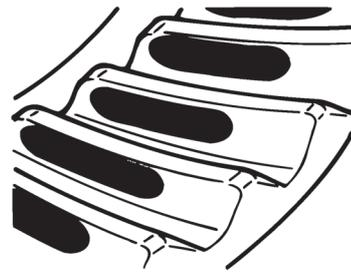

Figura 5.51
4. Veja o padrão de contato nos dentes da coroa hipoidal. Compare com o padrão da Figura 5.51, Figura 5.52 e Figura 5.53.